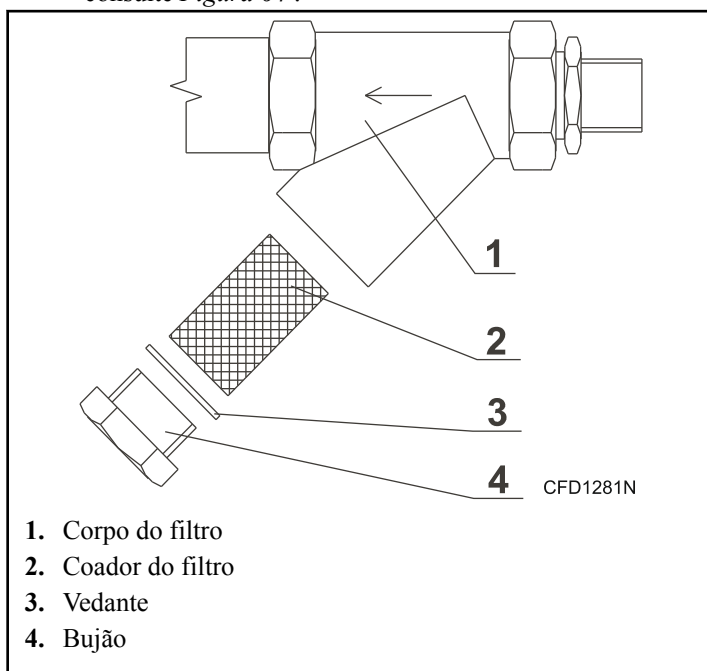

Figura 64
- Desaperte o bujão do filtro e remova o coador do filtro; consulte *Figura 64*.